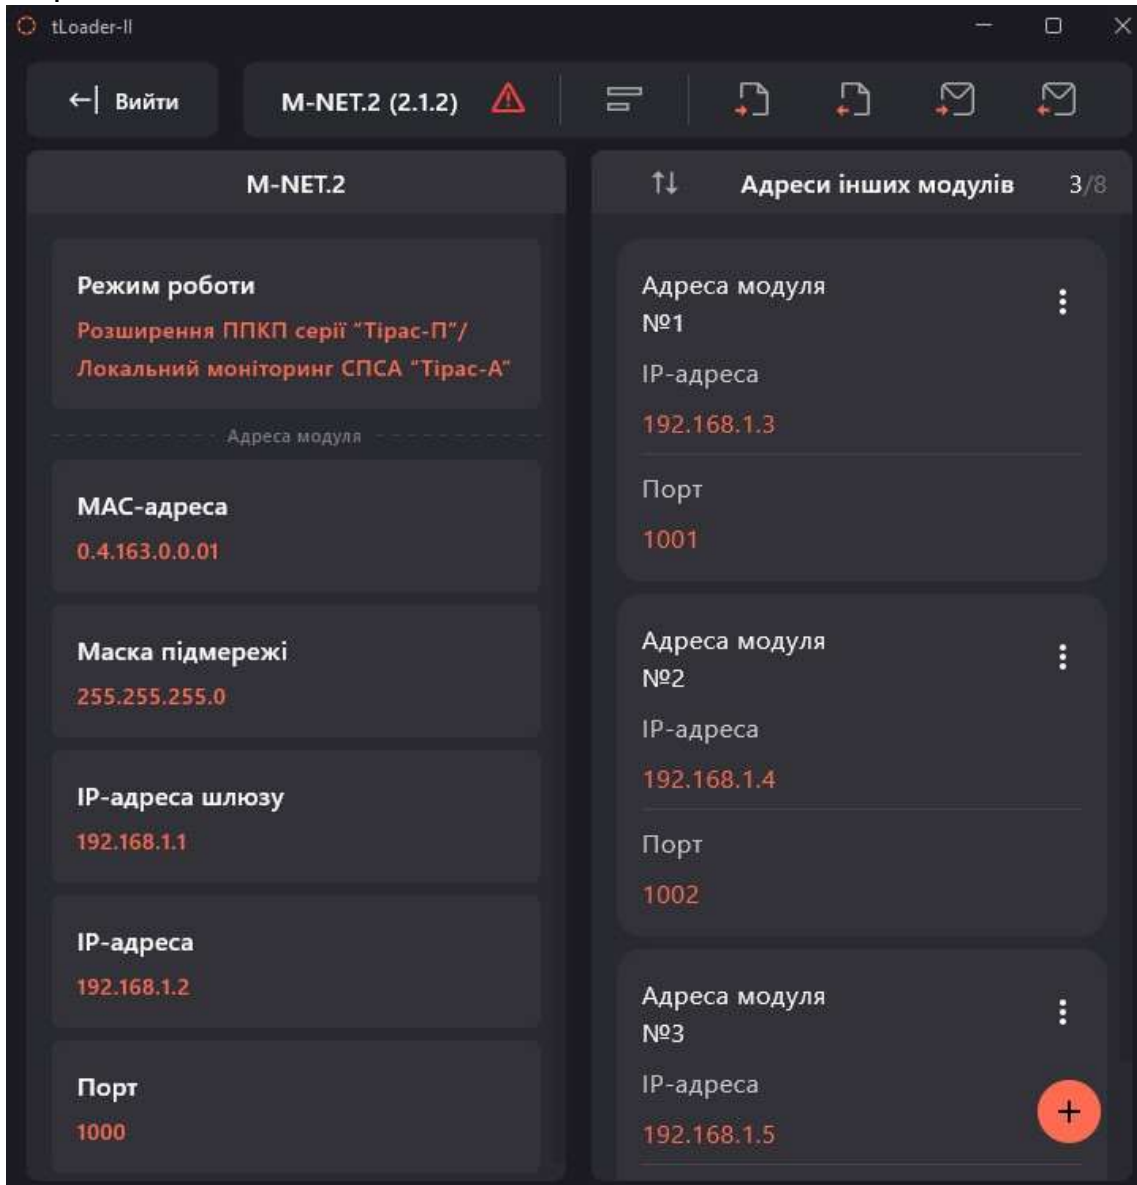

Рисунок 7.1 – Налаштування пристрою для зв'язку з приладами розширення
Пристрій містить наступні індикатори режимів роботи (Рис. 7.1):
1. В **ПЗ tLoader II** вибрати режим роботи «Розширення ППКП серії «Тірас-П»/ Локальний моніторинг СПСА «Тірас-А»» (Рис. 7.1).
У випадку використання пристрою для підключення приладів розширення до ППКП Тірас-16.128П для пристроїв, підключених до приладів розширення, у вкладці «Адреси інших модулів» потрібно додати тільки один модуль (пристрій) з IP-адресою та портом, які вказані для модуля, підключеного до ППКП Тірас-16.128П. Наприклад, якщо на Рис. 7.1 IP-адреса та порт модуля 192.168.1.2 та 1000 відповідно, то для всіх модулів, підключених до приладів розширення, потрібно додати один модуль та вказати IP-адресу 192.168.1.2 та порт 1000.